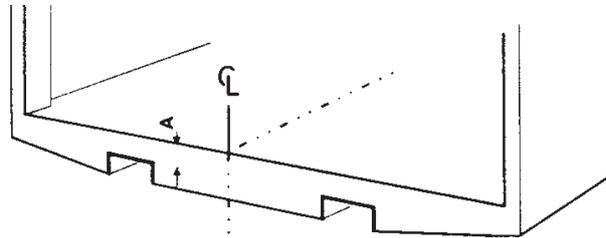

Figura 25. Medir y marcar el punto central en la barra trasera del tráiler
1. Medir y marcar el punto central en la barra trasera del tráiler. Véase la Figura 25.